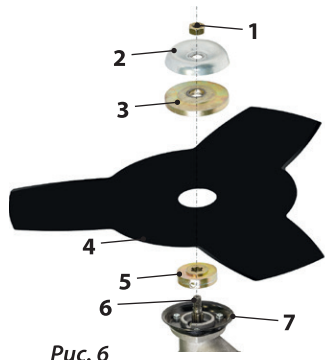

Рис. 6
4.4. Установка дискового ножа (рис.6)
1. Установите на выходной вал редуктора (2) внутренний, а затем прижимной фланец (см. рис.6).
2. Зафиксируйте вал от поворота с помощью ключа (11) (см. рис.6), закрутите кассету с леской (3) против часовой стрелки до упора.